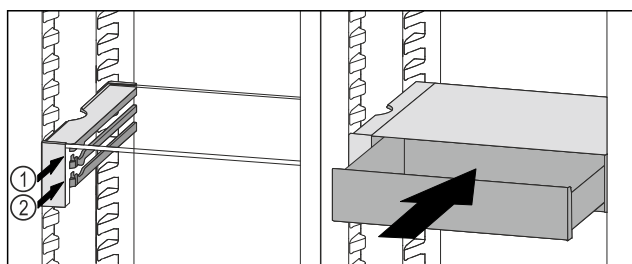

Fig. 130
- ▶ Așezați sertarul VarioSafe în spatele opritoarelor pe nervura dorită Fig. 130 (1) sau Fig. 130 (2).